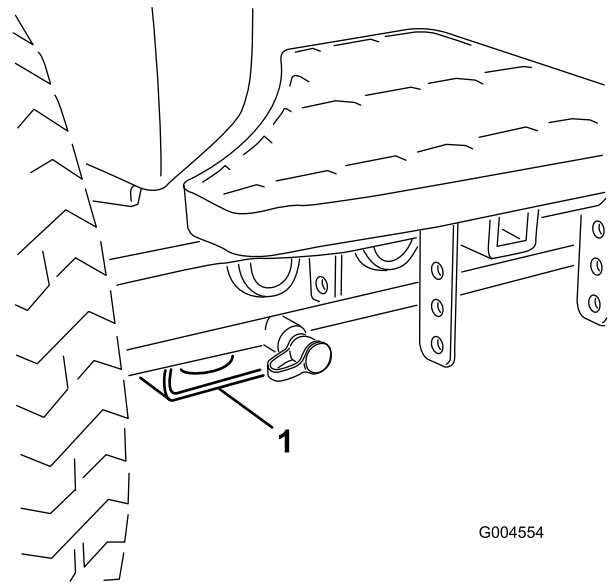

Bild 57
- Vorne: Rechteck unter dem Achsenrohr in jedem Vorderreifen (Bild 57).